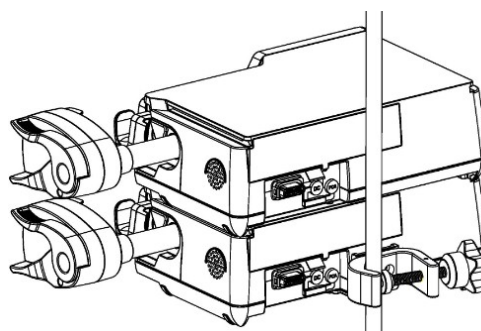

Рис. 10. Крепление блока насосов на инфузионной стойке
3. Закрепите блок из 2-х насосов на инфузионной стойке как показано на рис. 10.